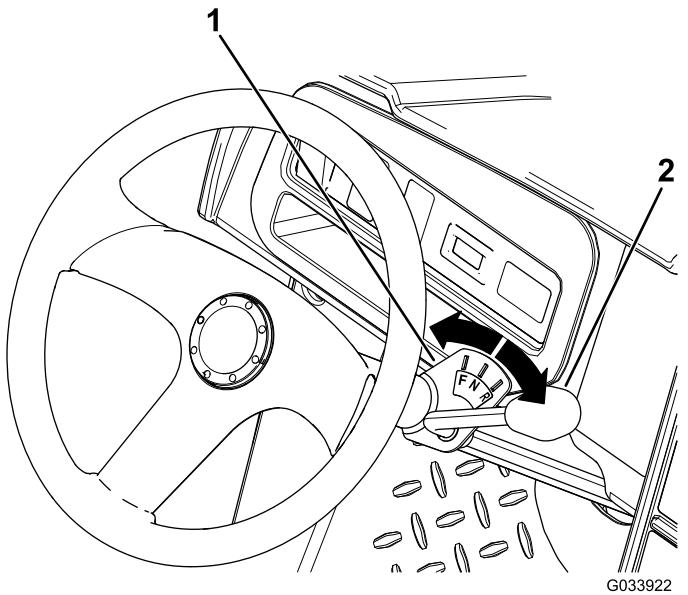

Рисунок 9
У рычага переключения передач есть три положения по индикатору переключения передач: ПЕРЕДНИЙ ход (F), Задний ход (R) и Нейтраль (N) (Рисунок 9).
Из НЕЙТРАЛЬНОГО (N) положения рычаг переключения передач можно переместить влево в положение ПЕРЕДНЕГО хода (F) или вправо в положение заднего хода (R) (Рисунок 9).